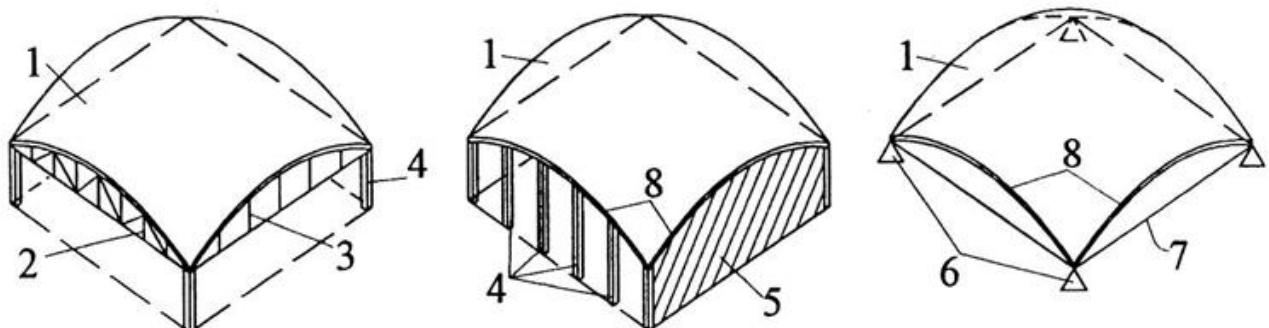

Рис. 1. Типы опорных конструкций оболочек:
1. Оболочки двойкой положительной кривизны, в основном, применяются для зданий с планом в виде прямоугольника с соотношением сторон от 1:1 до 1:1,5. Диапазон перекрываемых пролетов от 12 до 120 м. Стрела подъема f принимается в пределах от 1/10 до 1/5 пролета. Толщина назначается в пределах 1/500 ÷ 1/600 большего пролета, но не менее 50 мм (по конструктивным требованиям). Конструктивно оболочка состоит из собственно оболочки (скорлупы) и жестких бортовых диафрагм, на которые оболочка опирается. При пролетах более 30 м возможно устройство ребер высотой от 1/100 до 1/120 пролета, ширина ребер от 1/5 до 1/2 их высоты. Диафрагмами могут служить фермы, арки или криволинейные балки, колонны и сплошные стены рис. 1.